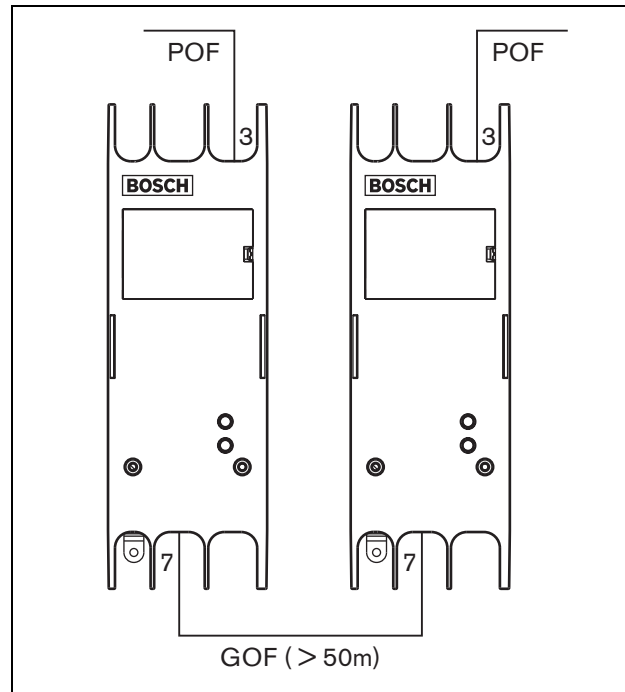

Abbildung 31.4: Verwendung von LWL-Interfaces
Aufgrund des Lichtverlustes beträgt die Maximallänge des Kunststofflichtwellenleiterkabels (und damit auch der Systembuskabel) zwischen zwei Geräten 50 m. Wenn der Abstand zwischen zwei Geräten 50 m überschreitet, müssen PRS-FIN(NA) oder PRS-FINS LWL-Schnittstellen und Glasfaserkabel (GOF) verwendet werden (siehe Abbildung 31.4).